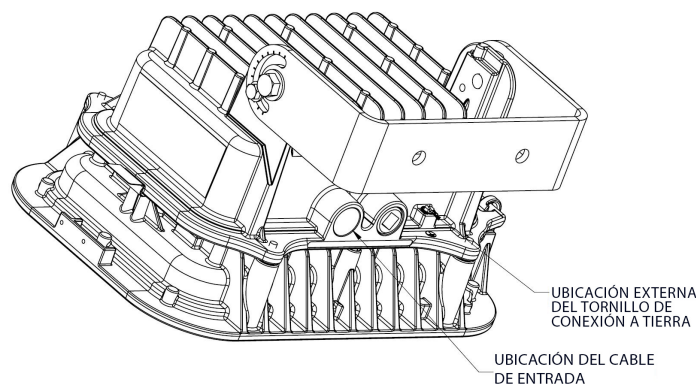

Figura 6
1. Desatornille el sujetador de tierra que se muestra en la Figura 6.